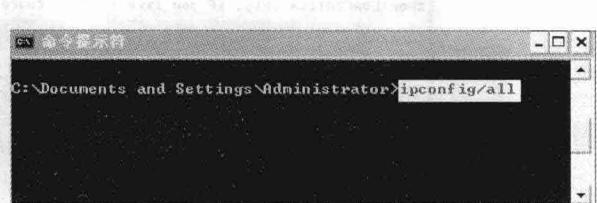

图 1-7 输入“ipconfig/all”命令
(3) 在命令行中输入“ipconfig/all”，如图 1-7 所示。